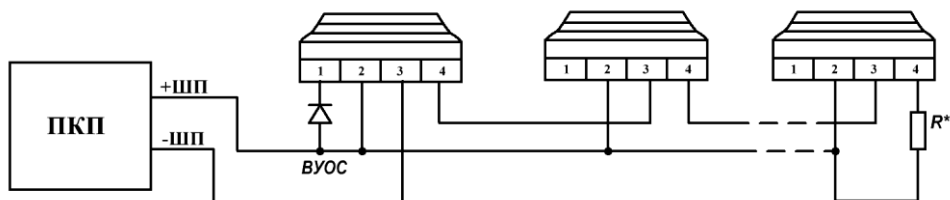

Рис.1.
3.4. Схема подключения извещателей к устройствам пожарной сигнализации показана на рис.1.